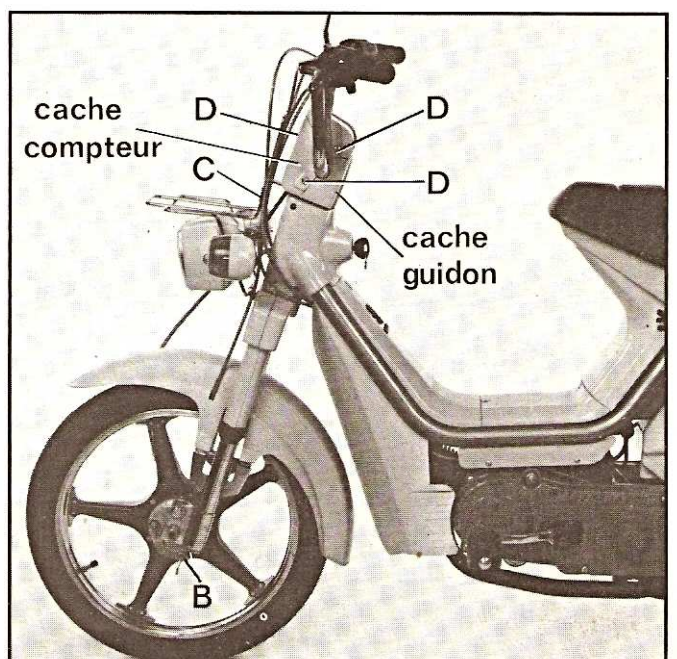

Fig. 5
- Retirer le serre-câble (B) - fig. 5.
- Dévisser la vis de fixation supérieure du porte bagages (C) fig. 5.